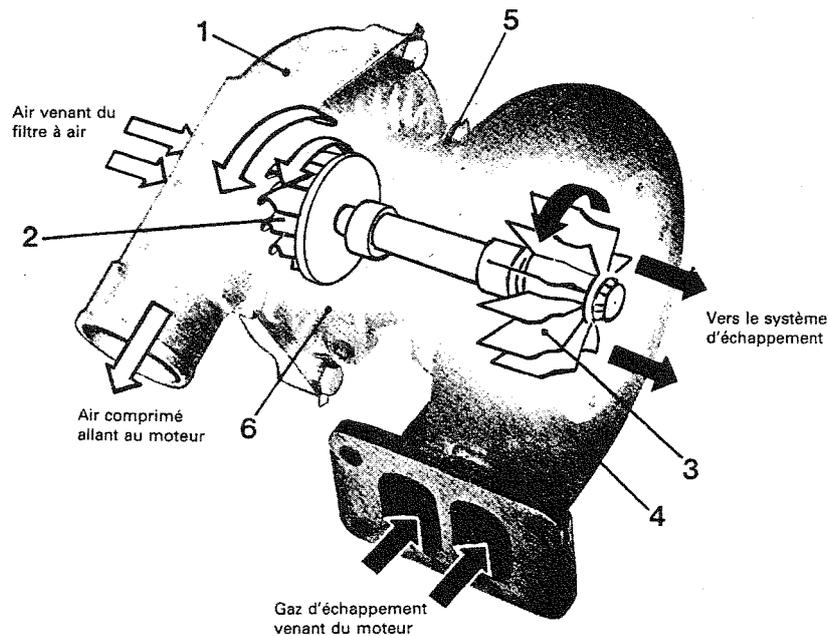

Fig. 196. Turbocompresseur, fonctionnement
La roue de turbine (3, fig. 196), mise en rotation par les gaz d'échappement, entraîne à son tour la roue de compresseur (2) côté admission, si bien que l'air aspiré est comprimé par celle-ci et refoulé vers le moteur avec une pression augmentée (suralimentation). Cet excès d'air fait que la quantité de carburant injectée peut être augmentée tout en permettant une meilleure combustion, ce qui a pour résultat une augmentation de la puissance du moteur, une consommation de carburant plus efficace, et des gaz d'échappements plus propres.